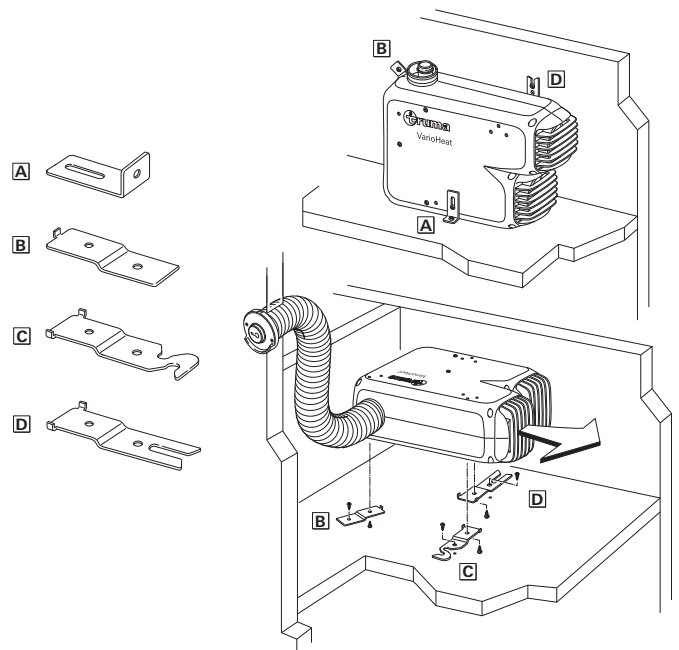

Fig. 12
Fissare i tubi con una fascetta (15) ogni 50 cm (fig. 12)